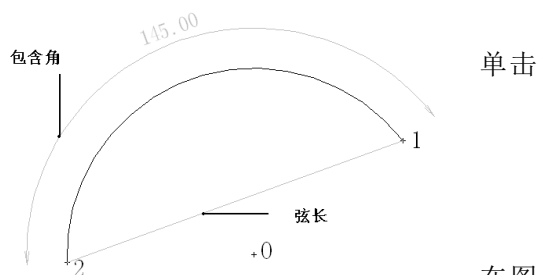

图 4-5 指定圆心绘制三点圆
3. 如果按指定圆心方式绘制, 需要中依次指定弧的圆心点、圆弧的起点、圆终点; 或给出圆心点、圆弧的起点后, 指定弧的弦长、包含角, 如图 4-5 所示;